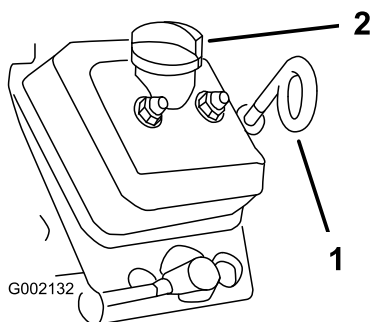

図 42
8. ディップスティックとキャップ、補給管の周辺をきれいに拭いてからディップスティックを抜き出す (図 42)。
9. キャップを外し、ディップスティックの Full 位置まで、給油口から適切なオイルを補給する (図 42)。
10. ディップスティックを補給管に根元まで差し込んでから抜き取ってオイル量を確認する (図 42)。
11. 補給管にディップスティックを取り付け、しっかりとキャップを取り付ける (図 42)。